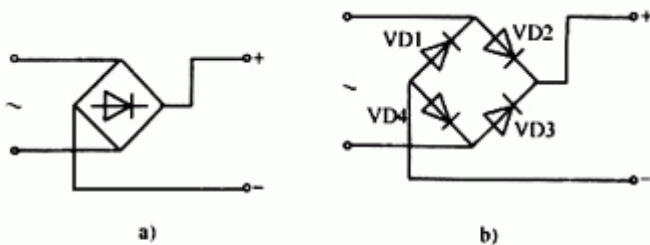
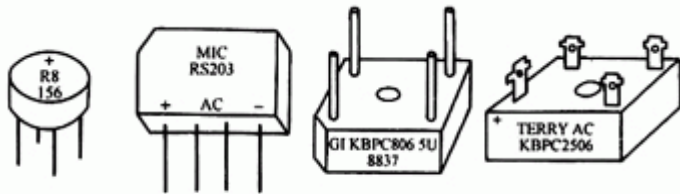

图 4-65 全桥的电路图形符号与内部电路
图 4-66 全桥的外形
1. 全桥 全桥是由 4 只整流二极管按桥式全波整流电路的形式连接并封装为一体构成的，图 4-65 是其电路图形符号与内部电路，图 4-66 是其外形。